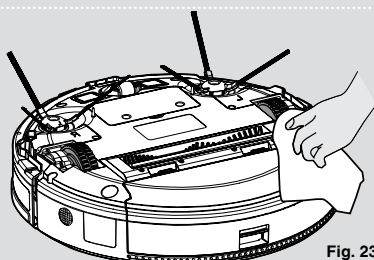

Fig. 23
3. Limpe as rodas com um pano seco. **[Fig. 23]**